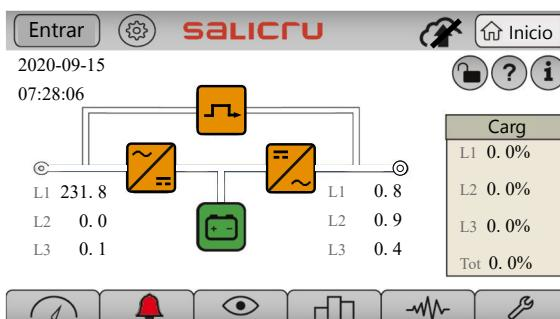

Fig. 65. Pantalla Principal con paro de emergencia EPO activado. Ningún flujo de energía representado, no hay tensión de salida.
- Las cargas aún no están alimentadas, pero el SAI ya se encuentra en modo de espera o inicial (en "stand-by"), sin alarmas críticas. Verificar que desaparece la alarma "Paro de Emergencia", y el estado del SAI ES "SAI ON / En espera".** El sinóptico del equipo se corresponde todavía con el de la Fig. 65 (equipo parado, ningún flujo de energía activo).